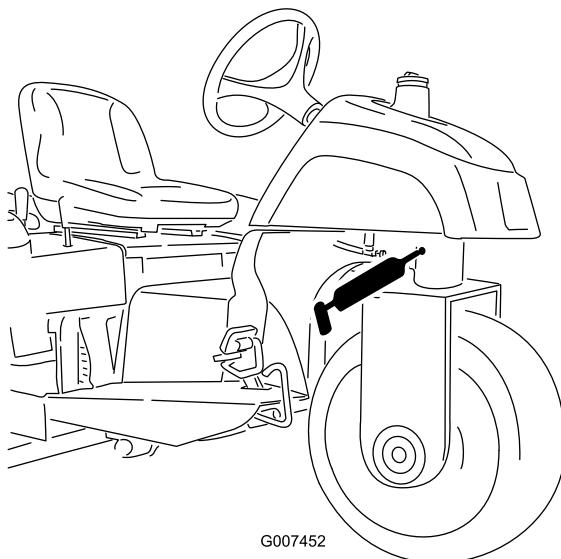

図 25
- ・ステアリングピボット (図 25)
**注** ステアリングピボットの注入部 (図 25) は面一フィッティングなので、グリスガン用ノズルアダプタが必要です。 パーツ番号は P/N 107-1998 ; ご注文は Toro 代理店へ。